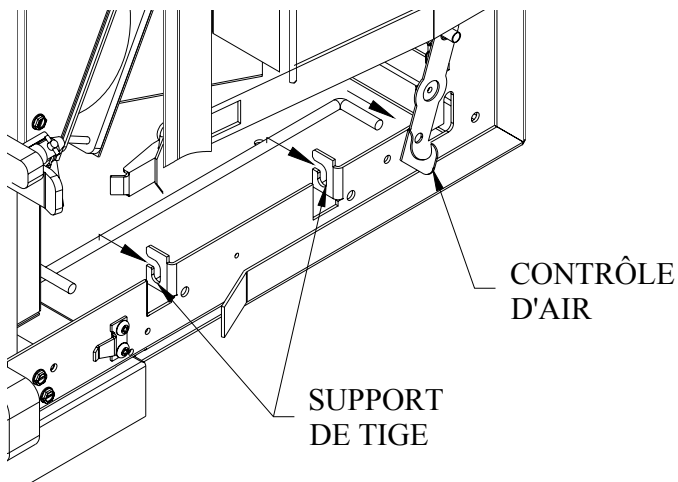

Figure 24
- 1- Installer la tige de contrôle d'air(Figure 24 & 25)